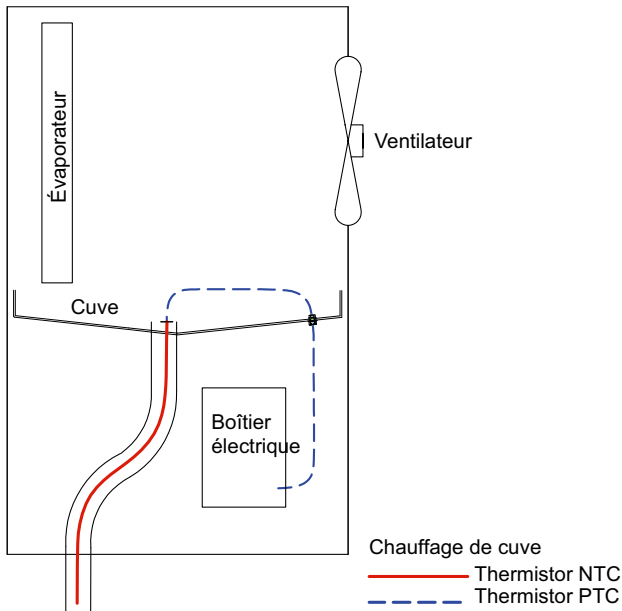

Fig. 1.5:
2) Installez le chauffage de l'écoulement des condensats fourni (voir Fig. 1.5 à la page 2)